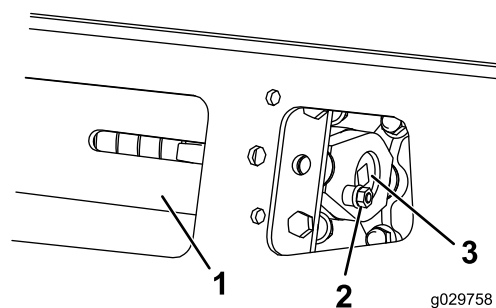

Рисунок 55
3. Отвинтите зажимной болт и гайку (Рисунок 55).
5. Совместите ближайшую выемку в натяжном винте с отверстием в зажимном болте и закрепите винт при помощи зажимного болта и гайки (Рисунок 55).
3. Используя сменную головку размером 1/2 дюйма, ослабьте натяжение привода, вращая натяжной винт по часовой стрелке (Рисунок 55 и Рисунок 56).